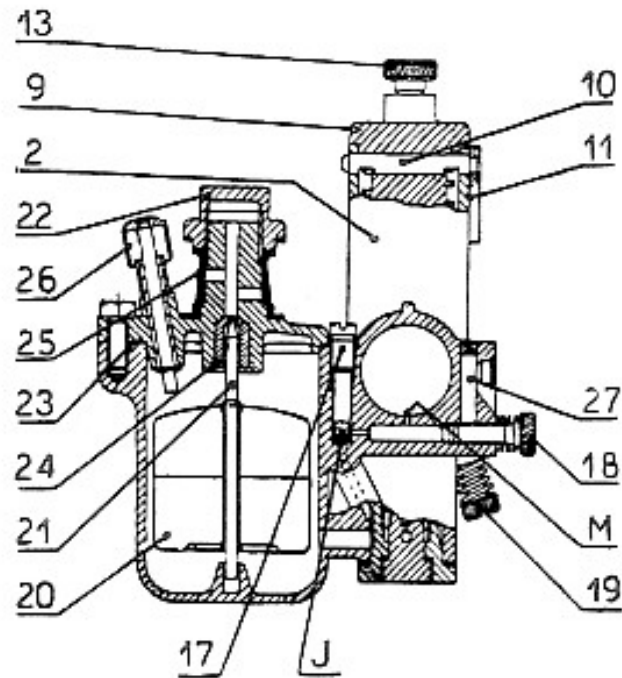

Fig. 10.
a) Il **corpo** contiene tutti gli organi di regolazione indicati nella fig. 10; il getto del massimo (G), il getto del minimo (J) e la vite di regolazione (18); il tubo di emulsione (16). L'en-
Per la regolazione del regime per la marcia al minimo si hanno le due viti (18 e 19) della fig. 10; la prima regola l'arrivo dell'aria in modo da ottenere la giusta dosatura di miscela, la seconda registra la posizione della valvola a cassetto.
b) La **vaschetta** è fusa in un solo blocco con il corpo (2) e contiene i particolari che occorrono per stabilire il livello costante e cioè (fig. 10) il galleggiante (20), l'ago (21) e la sede ago (24).